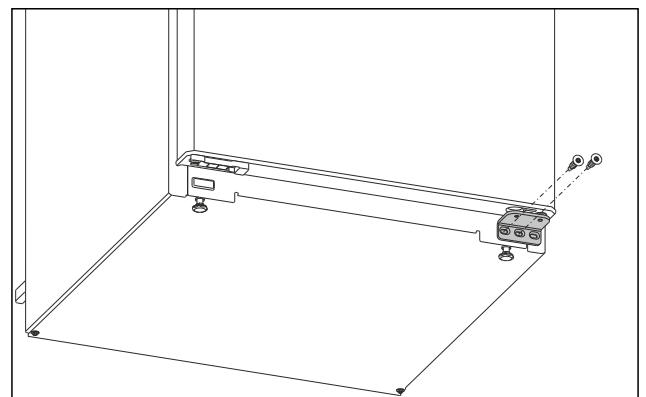

Fig. 13
- ▶ Am unteren Lagerbock die mittlere Schraube mit Schraubendreher Torx 20 herausdrehen. Fig. 13 ()
- ▶ Am unteren Lagerbock die innere Schraube mit Schraubendreher Torx 20 herausdrehen. *Fig. 13 ()*